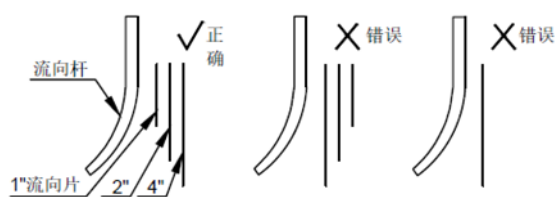

图1 靶片安装示意图
1. 安装流向片时，如使用在1寸管路上，安装1寸靶片，如使用在2寸管路上，需要同时安装1寸和2寸靶片，以此类推，见图1。